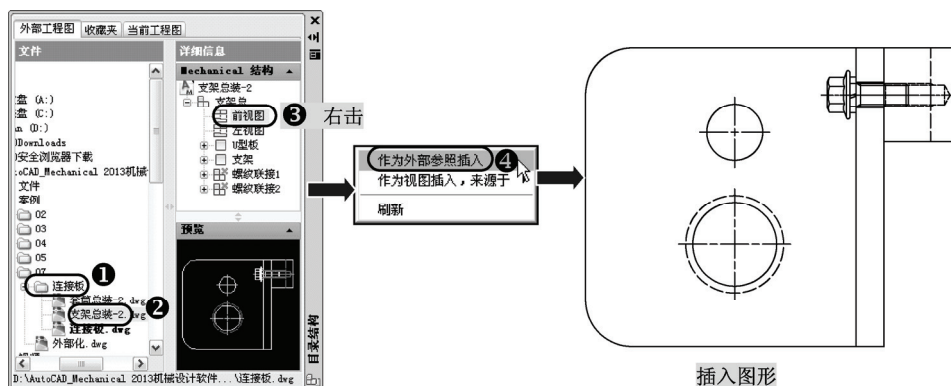

图 7-49 插入支架前视图和左视图
15) 执行“目录结构”命令 (amscatalog) 打开“目录结构”, 选择“外部工程图”选项卡, 选择路径“07\连接板”, 选择“支架总装.DWG”文件, 在“详细信息/ Mechanical 结构”中选择“支架总/前视图”, 单击鼠标右键, 在弹出的下拉菜单中选择“作为外部参照插入”选项, 在屏幕上插入该图形, 并输入旋转角度为 0, 如图 7-49 所示。用同样方法插入“支架总/左视图”。